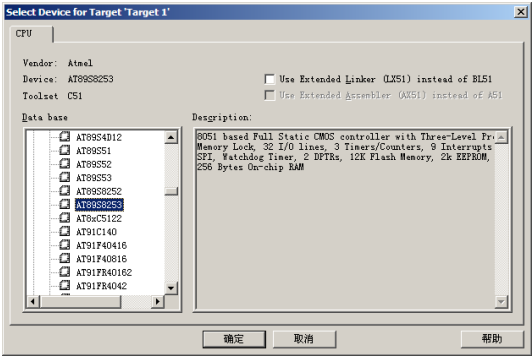

图 37-10 选择单片机 AT89S8253
- (1) 首先打开 μ Vision3，在 μ Vision3 中，选择“Project”→“New Project”→“ μ Vision Project”命令，新建一个工程，并保存。
- (2) 在弹出的选择器件对话框中选择 Atmel 公司的 AT89S8253，如图 37-10 所示。